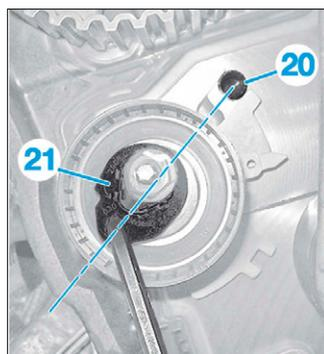

FIG. 12
- Aligner l'excentrique (20) avec la goupille (21) selon l'axe (Fig.12).